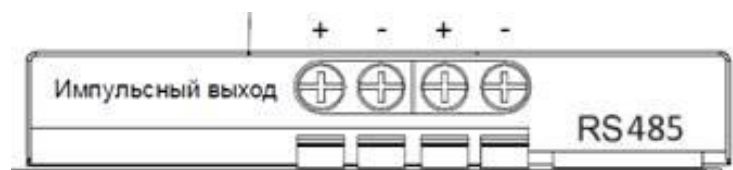

Рисунок 7 – Подключение интерфейса RS-485 счетчика
4.12 В модификациях счетчиков с интерфейсом RS-485, при необходимости подключить цепи интерфейса к соответствующим зажимам (рисунок 7).